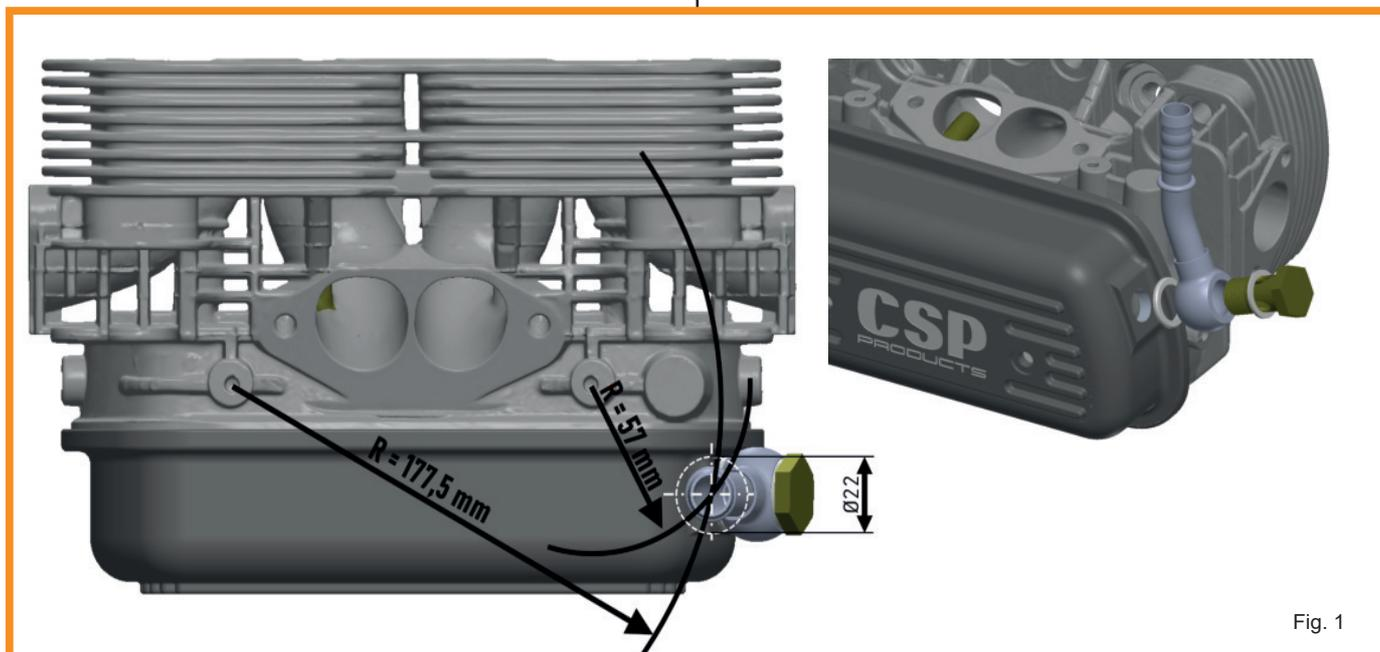

Fig. 1
- Mark the center of the hole to be drilled on one of the cylinder head shrouds, as shown in Fig. 1. It doesn't matter which engine side you start with.
- Markieren Sie den in Fig. 1 gezeigten Bohrpunkt auf dem Zylinderkühlmantel oder reißen Sie die Mitte des Punkts mit Hilfe der angegebenen Maße an. Es ist hierbei egal, mit welcher Motorseite Sie anfangen.